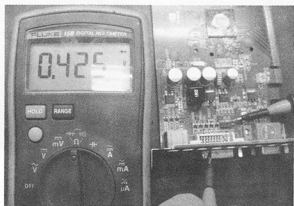

图 5-46 测量行同步信号
(5) 既然只有行同步信号, 没有场同步信号, 可以通过对比测阻值找出问题。先测量行同步信号输入端对地值为 425, 如图 5-46 所示。